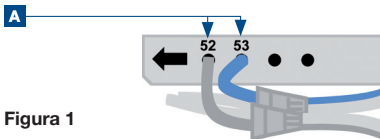

Figura 1
- 05 Hacer un puente en el conector múltiple XE2 (figura 1):